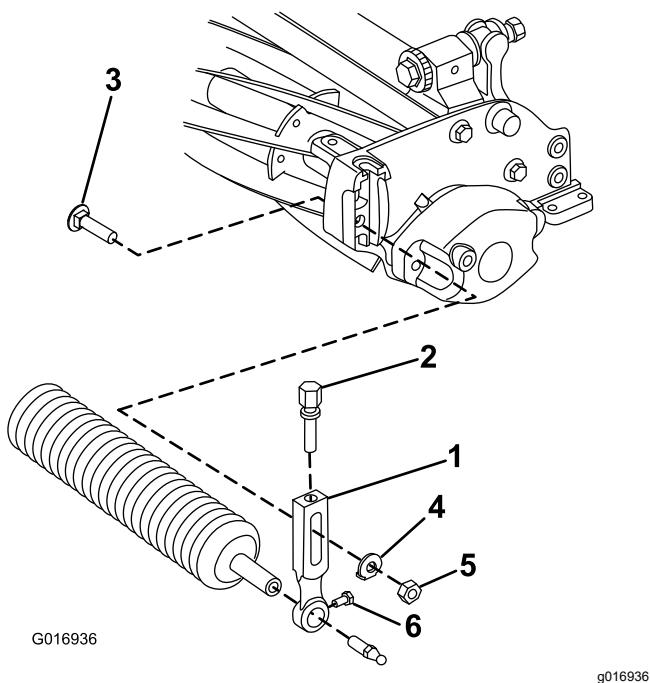

Figura 10
5. Efetue os passos seguintes para remover o conjunto do rolo frontal. Consulte Figura 10.